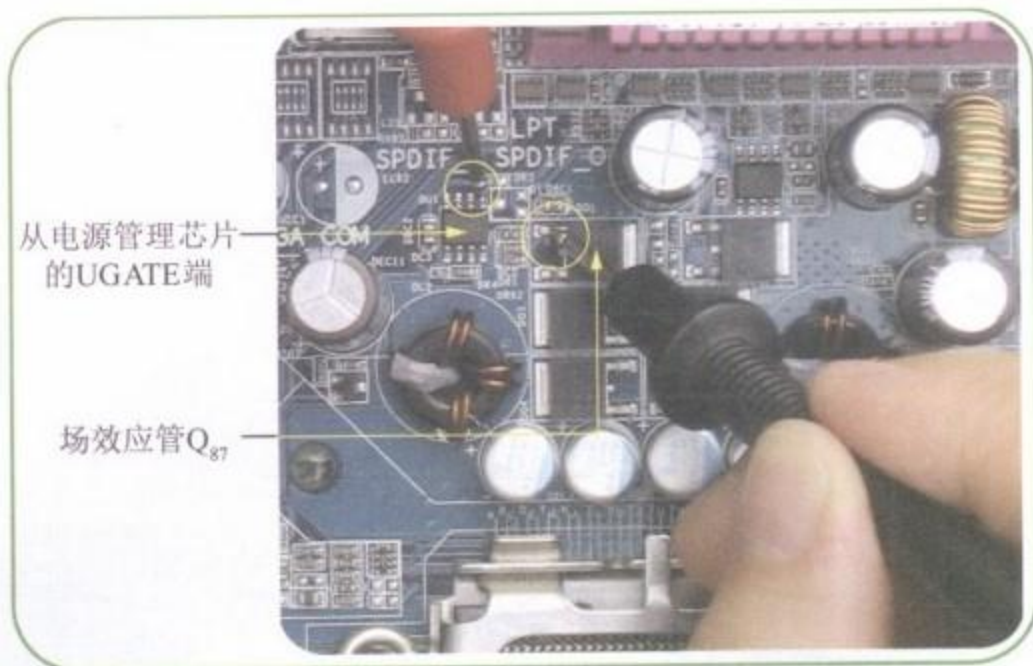

图8-57 测量高端门场效应管的G极到从电源管理芯片的线路
- Step 01** 将万用表调到“蜂鸣”挡，测量高端门场效应管（ Q_{87} ）的G极到从电源管理芯片的UGATE端口的线路，如图8-57所示。